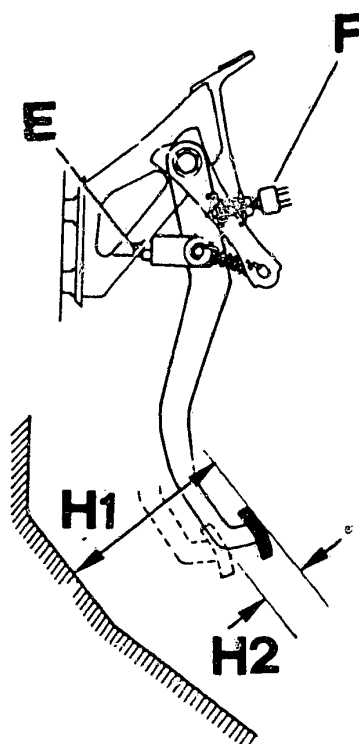

Bild 58 Die Pedalhöhe H1 und das Pedalspiel H2 lassen sich durch Verstellen des Gestänges E korrigieren. Dazu ist der Bremslichtschalter zu lösen.
a) Am **Bremspedal** kann die Pedalhöhe H1 und das Pedalspiel H2 (Bild 58) eingestellt werden.